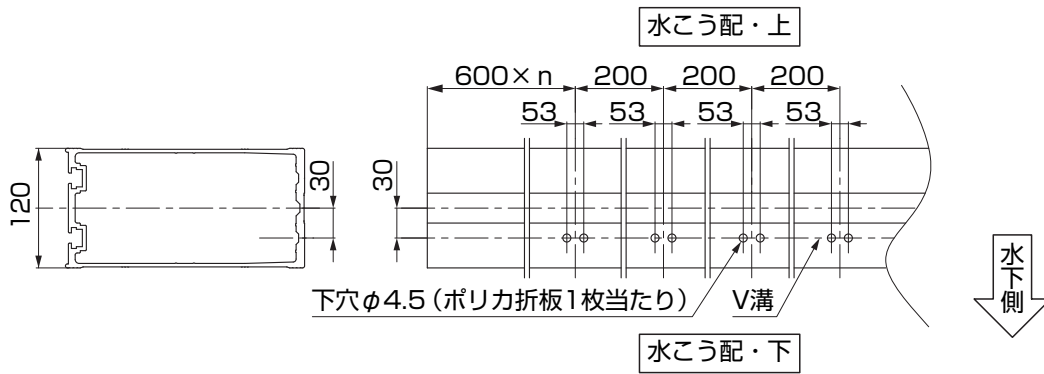

図3-1 梁135、200、240の加工
①ポリカ折板を取付ける範囲の梁上面で、図3-1、図3-2の位置に、金具取付用のφ4.5穴加工をしてください。